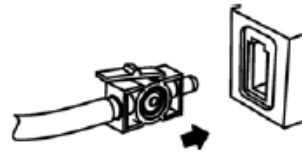

Figure 1
1. Figure 1과 같이 액세서리의 샘플 셀(Sample Cell)을 LoFlo CO2 모듈의 소켓에 연결합니다. 이때 정확하게 연결이 되면, "딸깍"하는 소리가 들립니다.